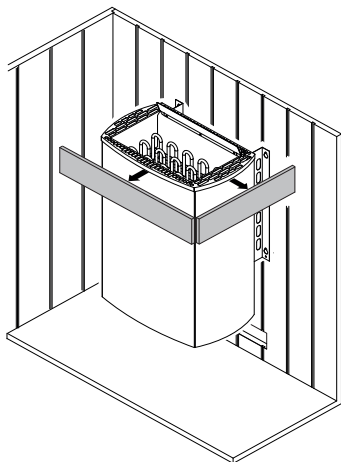

Рис. 2
- Высота защитной решетки печи должна быть не ниже высоты переднего края печи (рис. 2).